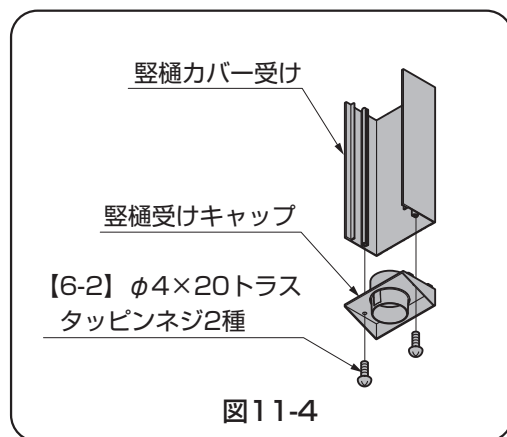

図11-4
- ②アタッチメントパッキンを雨樋アタッチメントに貼付けて樋に【6-1】で取付けてください。
- ③雨樋ジョイナーを雨樋アタッチメントに取付けてください。
- ④縦樋受けキャップを縦樋カバ受けの切欠きのない側に【6-2】で取付けてください。（図11-4参照）
- ⑤縦樋の長さをH24の場合は2199mmに、H29の場合は2654mmに切断してください。
- ⑥縦樋を縦樋受けキャップに差し込んだ状態で、縦樋カバ受けを柱に当ててください。
- ⑦縦樋カバ受けを樋下面に突き当て、縦樋と雨樋ジョイナーを結合させてください。
- ⑧ドリルで柱にφ3.2の下穴をあけ、【6-1】で縦樋カバ受けを柱に取付けてください。
- ⑨フレームカバーの切欠きのある側を上にして、縦樋カバ受けにはめ込んでください。